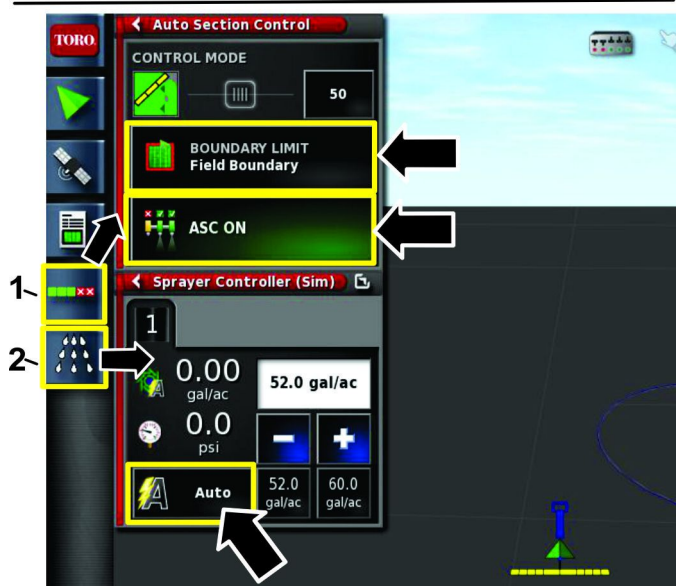

Bild 111
1. Tippen Sie auf das Symbol KONFIGURATION AUTOMATISCHE ABSCHNITTSTEUERUNG (ASC-Symbol) und das Symbol SPRÜHSTEUERGERÄT, um diese Bildschirme zu öffnen (Bild 111).
2. Stellen Sie das ASC-Symbol in die EIN-Stellung, den Feldgrenzbereich in die FELDGRENZE-Stellung und die Dosierung in die AUTO-Stellung (Bild 111).